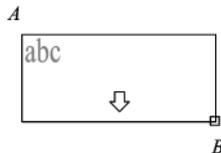

图 1-91 多行文字定位框
①单击【文字】工具栏上的多行文字命令按钮 **A**。
②在绘图区的适当位置单击鼠标左键，确定 A 点，向右下方移动鼠标，AutoCAD 将显示一个随鼠标光标移动的方框，到合适位置以后单击鼠标左键，确定 B 点，如图 1-91 所示。